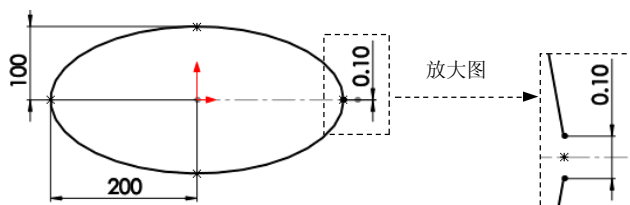

图 2.5.4 草图 2
Step4. 创建图 2.5.4 所示的草图 2。选择下拉菜单  **插入 (I)**  **草图绘制** 命令；选取上视基准面作为草图基准面，绘制图 2.5.4 所示的草图 2。